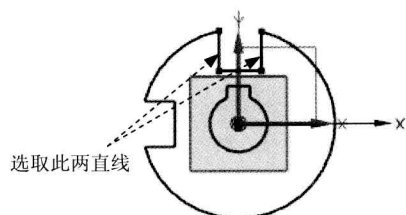

图 2.13.9 添加约束 (五)
Step 5 单击 按钮，选取图 2.13.9 所示的两条直线，添加“相等”约束。